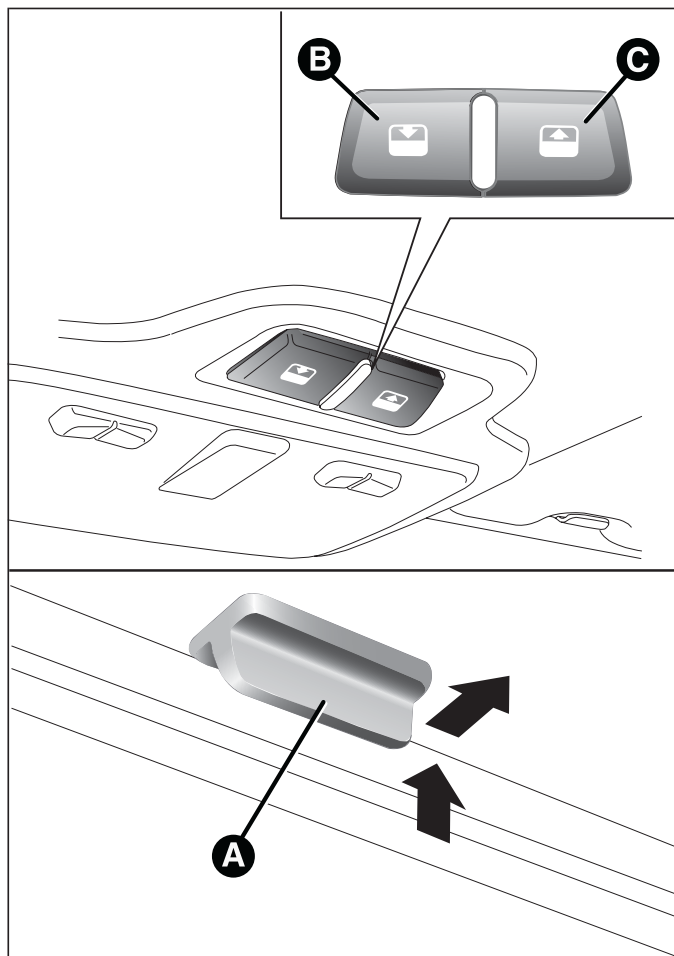

fig. 44
Il tetto apribile ad ampia vetratura è composto da due pannelli in vetro di cui uno posteriore fisso ed uno anteriore mobile dotati di due tendine parasole (anteriore e posteriore) a movimentazione manuale. Con tetto chiuso le tendine possono essere posizionate in qualunque posizione. Per aprire le tendine impugnare la maniglia A fig. 44, seguendo il senso indicato dalla freccia fino alla posizione desiderata. Per chiuderle seguire il procedimento inverso.
Il funzionamento del tetto apribile avviene solo con chiave di avviamento in posizione MAR. I comandi B e C fig. 44 posti sulla mostrina della plafoniera anteriore comandano le funzioni di apertura/chiusura del tetto apribile.
Dopo l'apertura in posizione "spoiler", premendo il pulsante C fig. 44 per più di mezzo secondo, il tetto si porterà automaticamente in posizione di completa apertura. È possibile fermare il movimento automatico del tetto in una qualsiasi posizione desiderata con una successiva pressione di un pulsante (B o C).
Dalla posizione di apertura completa premere il pulsante B fig. 44. Premendo il pulsante per più di mezzo secondo il tetto si porterà automaticamente in posizione "spoiler".
Dalla posizione "spoiler", premendo nuovamente il pulsante B fig. 44 si raggiunge la posizione di completa chiusura.
- premere il pulsante B fig. 44 in posizione di chiusura;